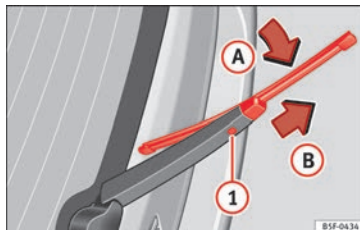

Fig. 82 Cambio de la escobilla de la luneta trasera.
- Rote la escobilla ligeramente » » **fig. 82** (flecha **A**).